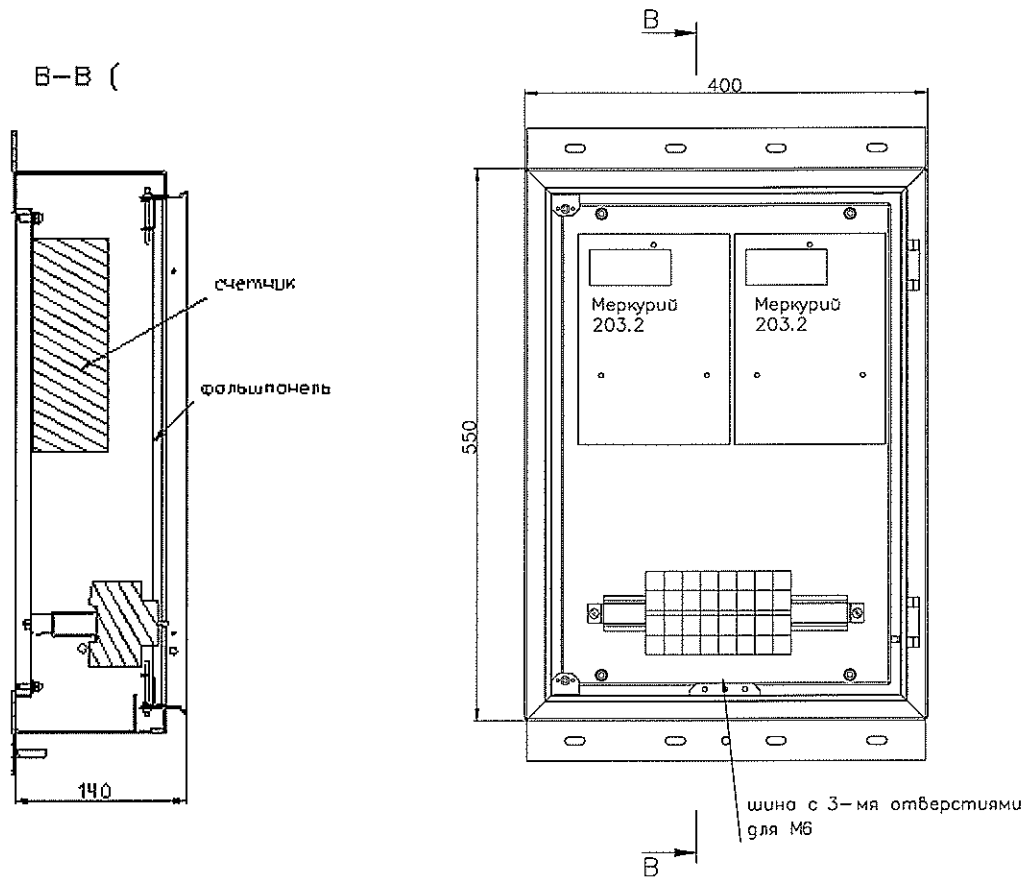

Рис. 6
4.2. 1-го трехфазного счетчика прямого включения или 2-х однофазных (рис. 6):